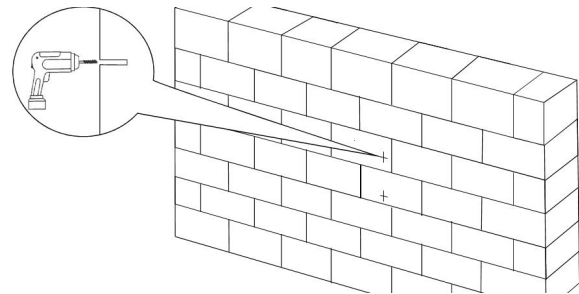

Abb. 3: Montage
Schritt 2: Markieren und bohren Sie 2 Löcher, die zu den entsprechenden Bohrungen in der Wandhalterung passen (Abb. 3).